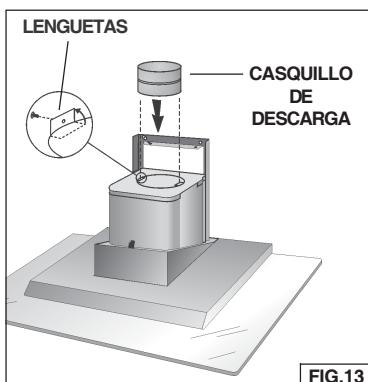

FIG.13
4. Instale el casquillo de descarga dentro a las lengüetas y sujetelas con (2) tornillos de 3.9 x 9.5 (Fig. 13).